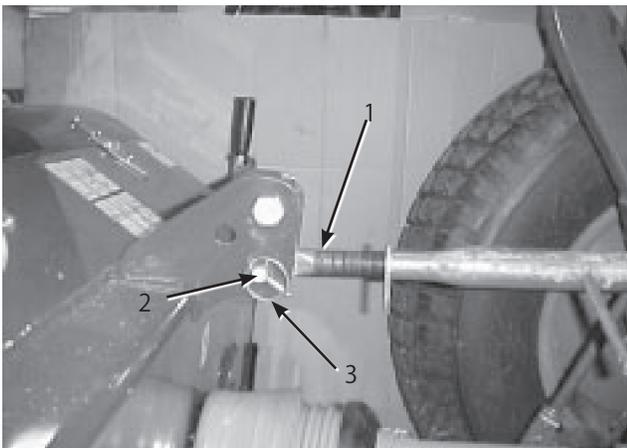

図4
1. 上リンクをブラケットの下穴に接続し、リンク・ピンとリンチ・ピンで固定する(図4)。